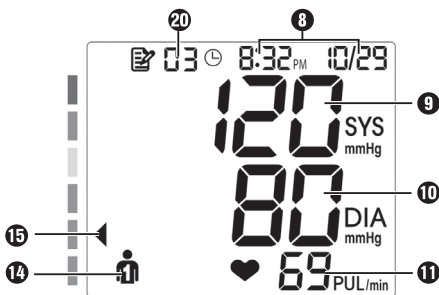

Abb. 1
- Sie können die Messung jederzeit durch Drücken der Start/Stopptaste 2 ① abbrechen, wodurch die Manschette 23 automatisch entlüftet wird.
- Wenn die Messung erfolgreich durchgeführt wurde, erschlafft die Manschette **23** augenblicklich. Die ermittelten Werte erscheinen im Display **1**, wie z. B. in Abb. 1 dargestellt: